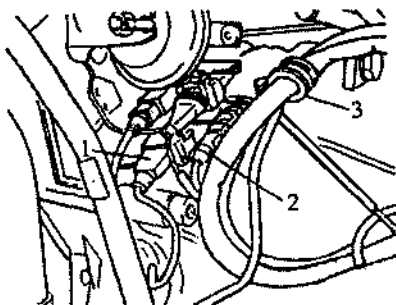

图 4.13 拆下线束固定装置
⑦ 把探针和探针加热器的接头分开，拆下线束固定装置，如图 4.13 所示。